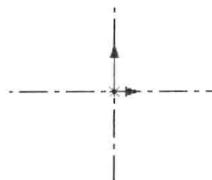

图 1.2 绘制中心线
(1) 绘制中心线。
① 选择命令。选择下拉菜单 **工具(T)** → **草图绘制实体(E)** → **中心线(O)** 命令。
② 绘制中心线。绘制经过原点的水平和竖直中心线（两条中心线都是无限长的），结果如图 1.2 所示。